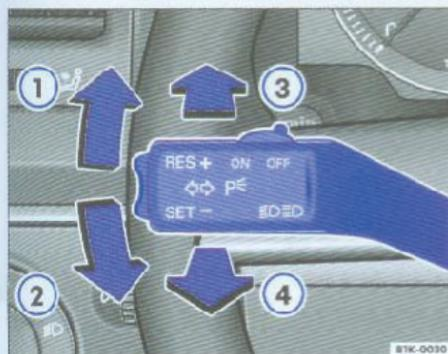

图32 转向信号灯和前大灯远光操纵杆
- 沿箭头①方向上拨操纵杆，打开右转向信号灯。沿箭头②方向下拨操纵杆，打开左转向信号灯→图32。
- 沿箭头③方向前推操纵杆即可打开前大灯远光灯→图32。
- 沿箭头④方向朝方向盘拉操纵杆即可打开前大灯闪光器→图32。